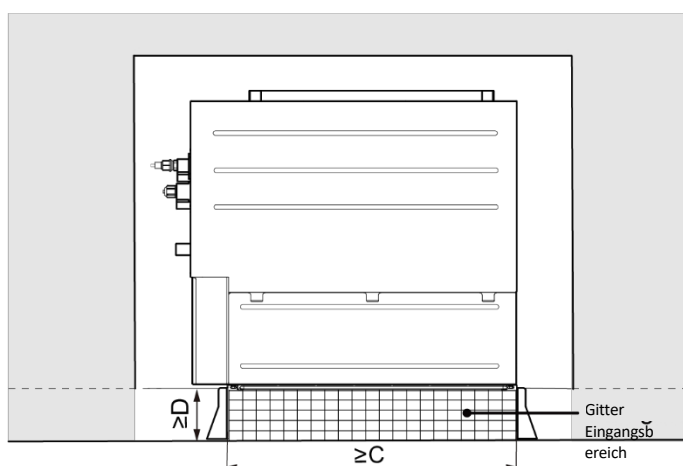

Abb. 3.2.2
- 7 Die Anforderungen für die Installation des Lufteinlassgitters sind in Abb. 3.2.2 angegeben.